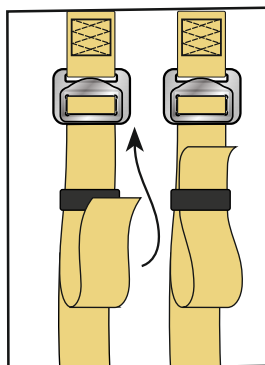

рис. 8
9. Убрать лишние концы лямок при помощи пластиковых клипс (рис. 8).